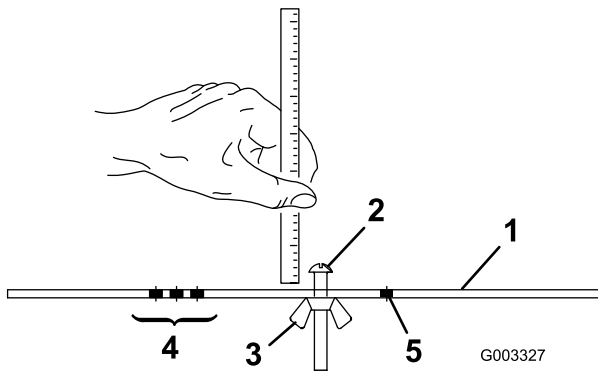

Figure 18
- 2. Desserrez l'écrou du gabarit (Figure 18) et tournez la vis de réglage de manière à obtenir la hauteur de coupe voulue. L'écartement entre la base de la tête de la vis et la face du gabarit correspond à la hauteur de coupe.